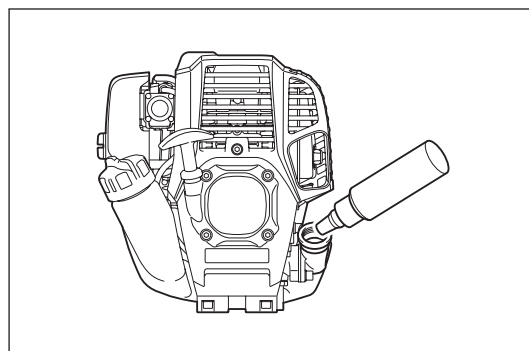

Fig. 3
- Rabboccare l'olio fino all'indicatore di limite superiore, se l'olio è insufficiente (vicino all'indicatore di limite inferiore) (Fig. 3).
(1) Mantenere il motore in piano e rimuovere il tappo dell'olio.
(2) Rabboccare con olio fino all'indicatore di limite superiore. (vedere la Fig. 3)